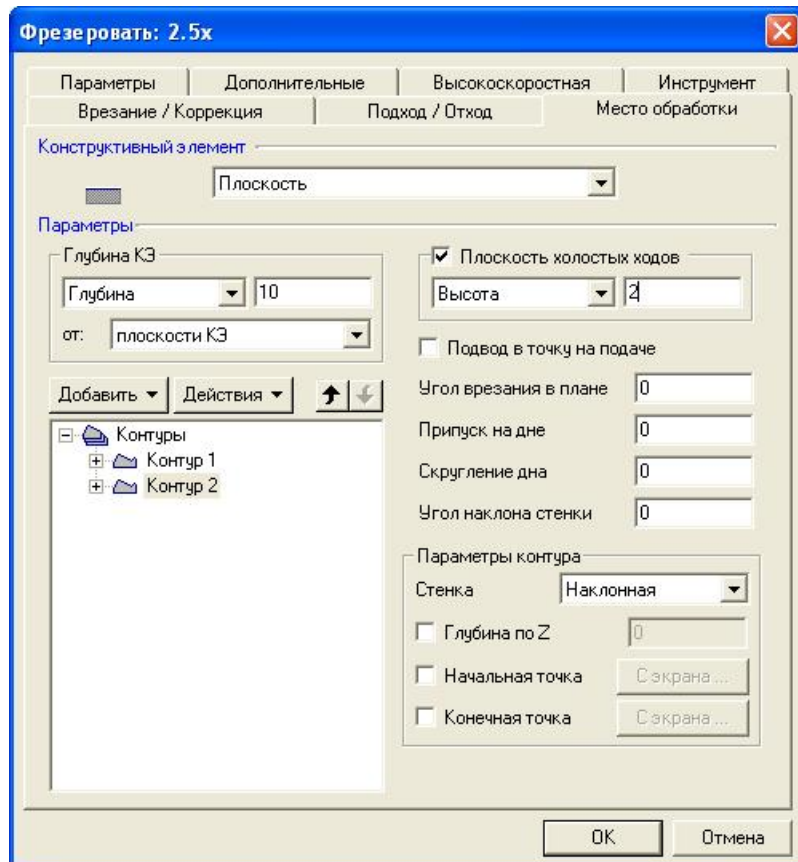

Рисунок 8
4. Из дополнительного меню выберите **Контур**. Диалог «Фрезеровать 2.5X» свернется. Укажите контур 1 (указанный контур подсвечивается красным цветом)(см. Рисунок 8) и нажмите среднюю кнопку мыши или клавишу **Esc** на клавиатуре. Будет определена граница плоскости. В дереве места обработки появится объект **Контур** с одним составляющим - **Контур 1**.